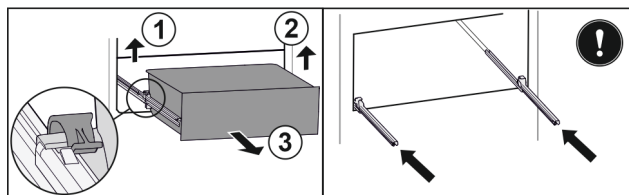

Fig. 27*
- ▶ Приподнимите левый зажим и одновременно вытяните движением вперед выдвижной ящик слева Fig. 27 (1).*
- ▶ Приподнимите правый зажим и одновременно вытяните движением вперед выдвижной ящик справа Fig. 27 (2).*
- ▶ Извлеките выдвижной ящик движением вперед Fig. 27 (3).*